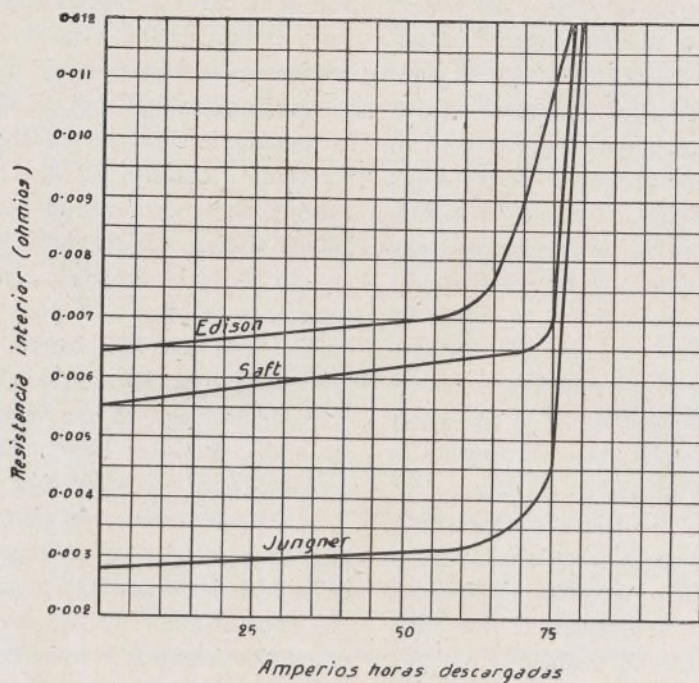

Figura 2.^a
2.^a *Mayor resistencia eléctrica interna.*—La resistencia interior de un acumulador es factor de relativa importancia. La mayor importancia que tiene es que el voltaje de una corriente cae proporcionalmente a la resistencia y también a la intensidad de la corriente. Por estos dos motivos convendría que las dos cosas, resistencia e intensidad, fueran pequeñas. Las resistencias eléctricas internas de un acumulador, lo son. La correspondiente a un acumulador de plomo de una capacidad de 140 amperios-horas, es de 0,0016 ohmios. Realmente es una pequeñez. La resistencia eléctrica interna de los acumuladores alcalinos sigue siendo una pequeñez también, pero desde luego son pequeñeces mayores que la correspondiente al acumulador de plomo. En la figura 2.^a tenemos representadas las curvas de resistencia interna durante la descarga de tres distintos tipos de acumuladores alcalinos de 75 amperios-horas de capacidad. Vemos en ellas que el tipo Jungner, hasta que se ha descargado 40 amperios-horas, o sea más de la mitad, tiene una resistencia inferior a 0,003 de ohmio, y después